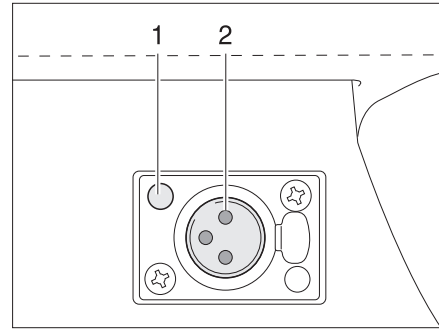

Bild 108 Uttag
- Sätt in stickkontakten i foten på belysningen med kontakt i uttaget (Bild 108,1) tills den klickar till. Beakta kontakternas (Bild 108,2) position.